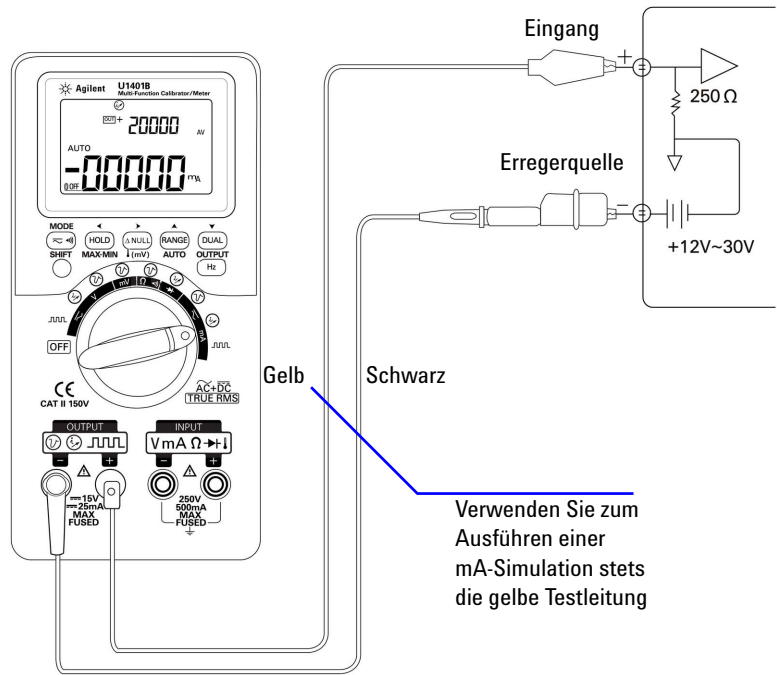

Abbildung 5-3 Verwenden der gelben Testleitung zum Durchführen einer 2-Draht-Transmitter-Simulation
- 2 Stellen Sie mit der speziellen gelben Testleitung eine Verbindung zwischen dem positiven Ausgangsanschluss des Instruments und dem Eingangsanschluss des Messgeräts in der Stromschleife her. Siehe Abbildung 5-3 auf Seite 91.